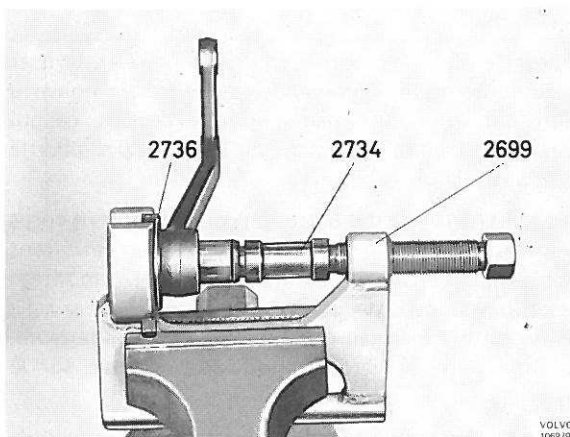

Figure 75. Démontage de la bague caoutchouc, bras intermédiaire
4. Bien fixer l'outil presse 2699 dans un étau et extraire la bague en se servant de l'outil 2736 et du mandrin 2734, figure 75.